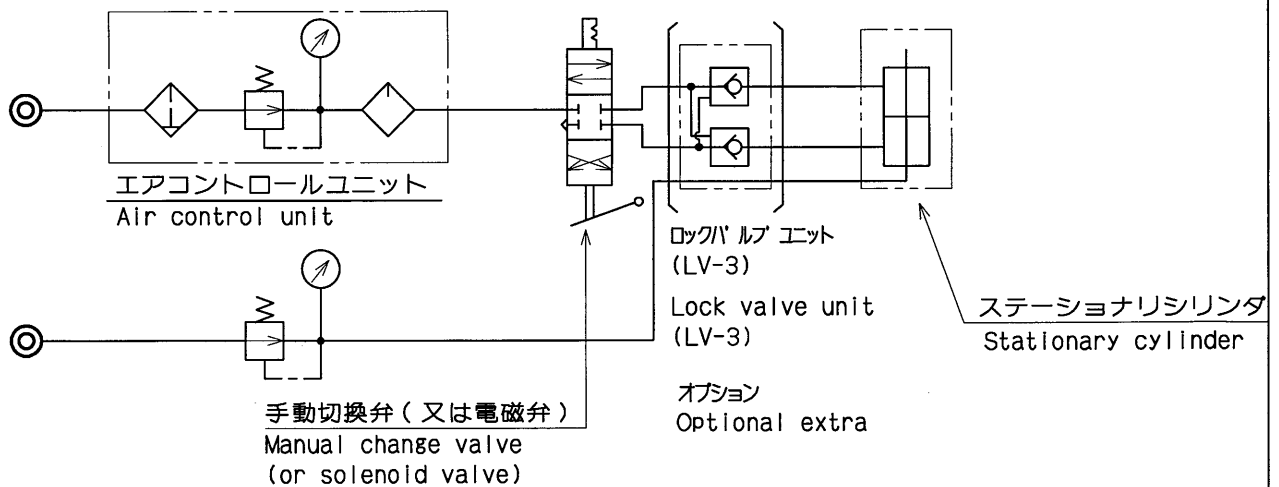

FIG. 3 エア回路図
- エア回路図の一例を下記します。（FIG.3）
- 着座確認を行う際は、P.2 ⑩のオリフィスプラグを取外し、使用して下さい。